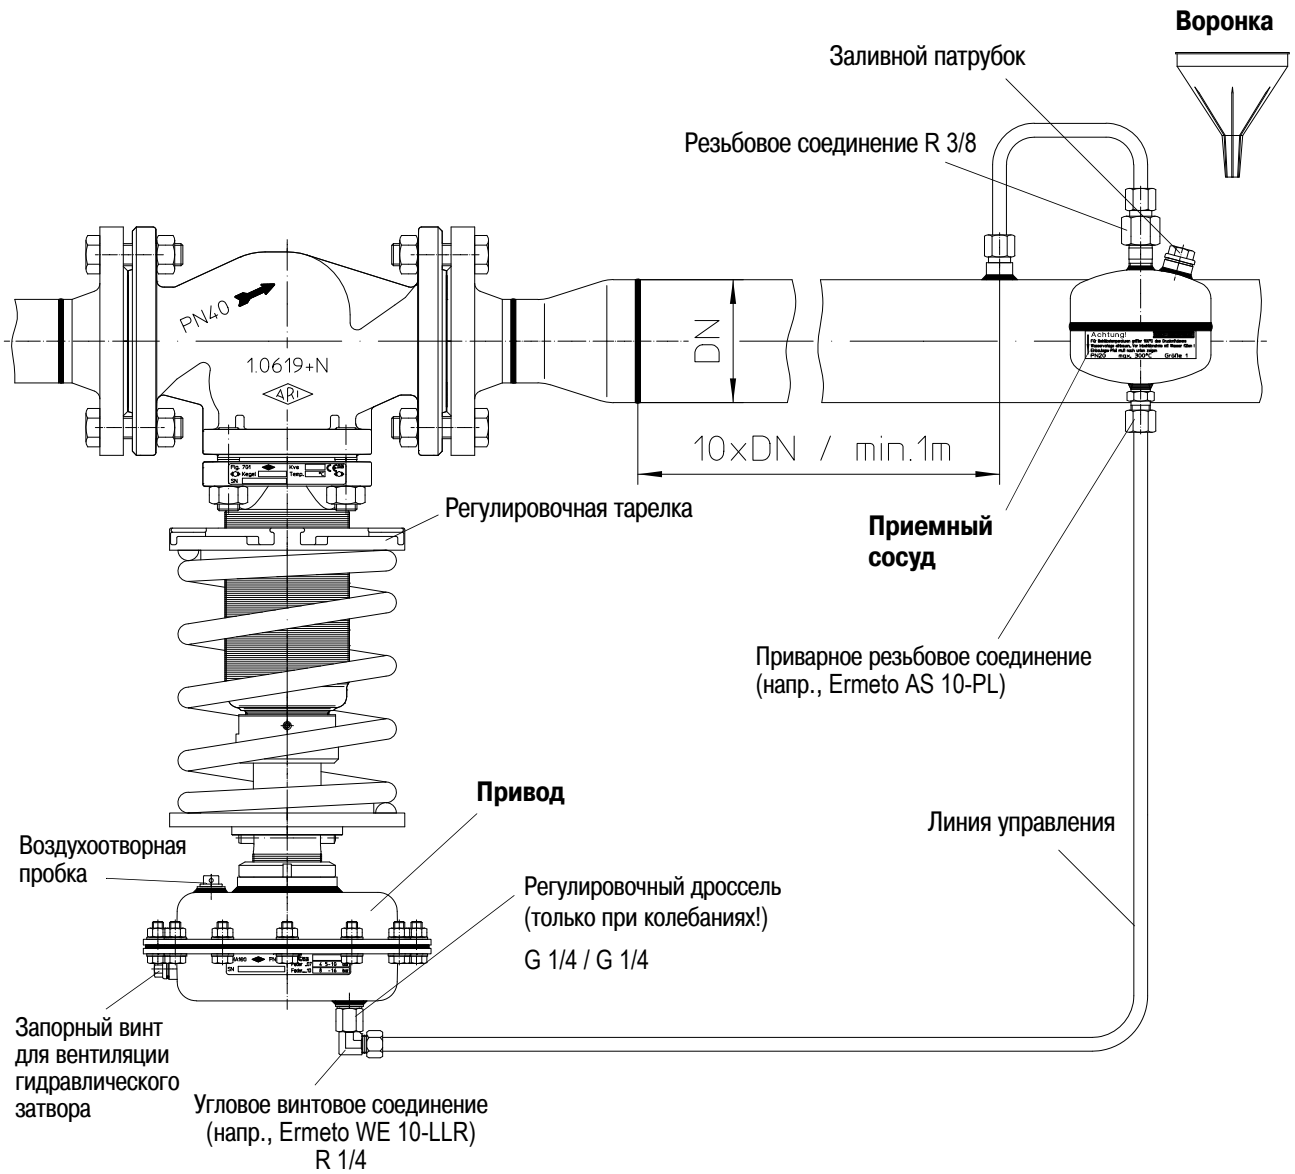

Рис. 5
- Полностью наполните установленный приемный сосуд средой (при работе с паром – водой), провентилируйте привод через запорный винт (см. Рис. 5).